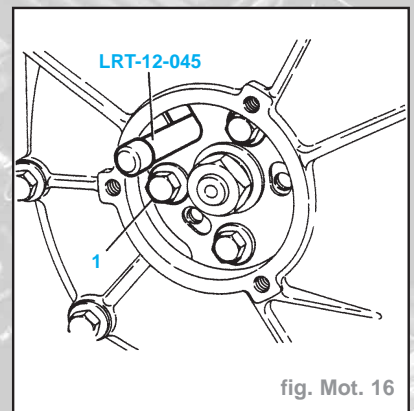

fig. Mot. 16
- Poser la pignone de l'outil **LRT-12-045** dans le pignone de la pompe d'injection (Fig. Mot. 16).
- Enlever les boulons de maintien (1) du pignone de commande sur le moyeu de la pompe et la plaque (Fig. Mot. 16).